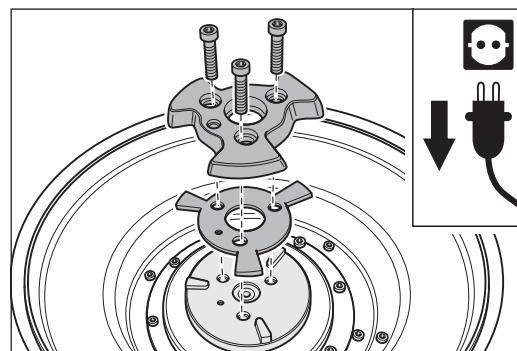

Abb. 43 Austausch der Telleraufnahme und des Anschlagdämpfers.
- Nehmen Sie den Anschlagdämpfer ab (Abb. 43).